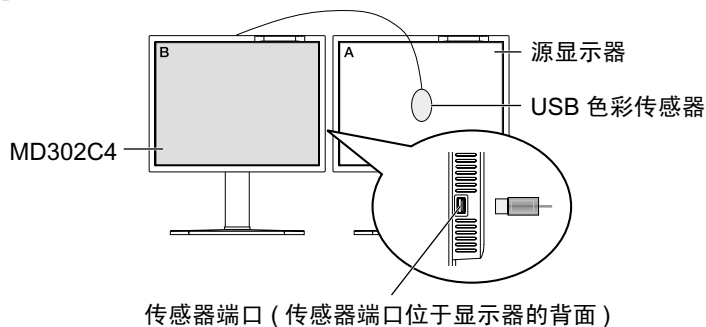

图 C.1
1. 要显示 CALIBRATION (校准) 菜单，将 USB 色彩传感器插入传感器端口 (图 C.1) 或选择高级菜单 (第 28 页) 中的 STAND ALONE CALIBRATION (独立校准)。
4. 该程序会请求将 USB 色彩传感器放置在显示面板的中心 (图 C.4)。将显示面板后倾 5° 左右并将 USB 色彩传感器放置在显示面板的中心 (图 C.1)。